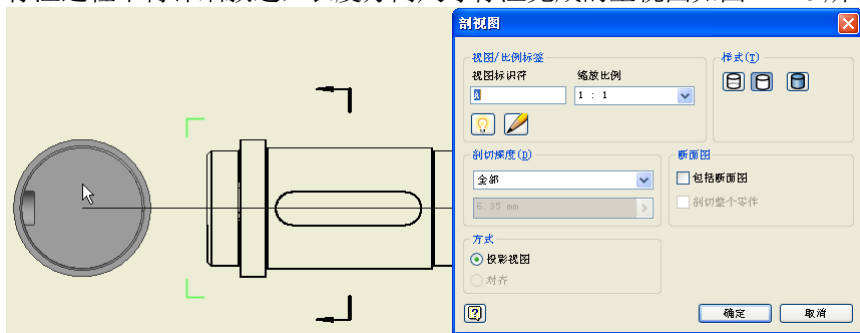

图 12-15 创建单个剖视图
② 由于传动轴是一个回转体零件，主视图已经可以看好的表达其特征信息，所以无需再创建侧视图。但是主视图中无法表现键槽特征的某些信息，如键槽的深度，所以需要为表现键槽的特征而创建合适的视图。在工程图中，为了表达键槽的特征，一般都采用剖视图的方法。下面我们看一下创建剖视图以表达键槽特征信息的方法。
① 单击【放置视图】标签栏【创建】面板上的【剖视】工具按钮，选择刚才创建的传动轴的主视图，然后，在键槽长度的大约一半处绘制一条竖直的直线以作为剖切线，然后接着绘制一条水平向右的直线作为投影方向线。
② 此时单击右键，选择打开菜单中的【继续】选项，则出现剖视图的预览图，并打开“剖视图”对话框以设置生成剖视图的各种选项，移动鼠标以选择合适的位置放置剖视图，最后单击“剖视图”对话框中的【确定】按钮完成剖视图的创建。“剖视图”对话框的设置以及生成的剖视图如图 12-15 所示。